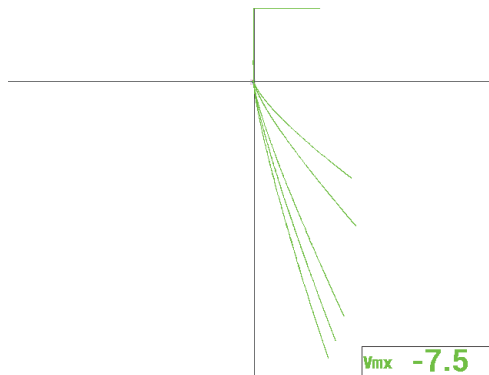

Figura 5-76 Efeito da condutividade e a permeabilidade magnética
- Pressione a tecla FUL NEXT (→) para alterar o modo de tela cheia, então, sucessivamente, coloque a sonda sobre cada amostra para exibir o efeito da condutividade e a permeabilidade magnética no plano de impedância (veja Figura 5-76 na página 185).